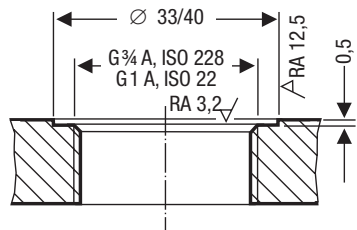

Fig. 13
- De afdichtende oppervlakken van het flensdeksel moeten conform **Fig. 13** technisch optimaal zijn bewerkt!
7. Afdichtende vlakken controleren. **Fig. 13**
8. Meegeleverde afdichtingring ⑧ op het afdichtoppervlak van de schroefdraadaansluiting of het flensdeksel plaatsen. **Fig. 13**
9. Elektrodenschroefdraad ⑩ met een kleine hoeveelheid temperatuurbestendig siliconenvet insmeren (bijv. WINIX® 2150).